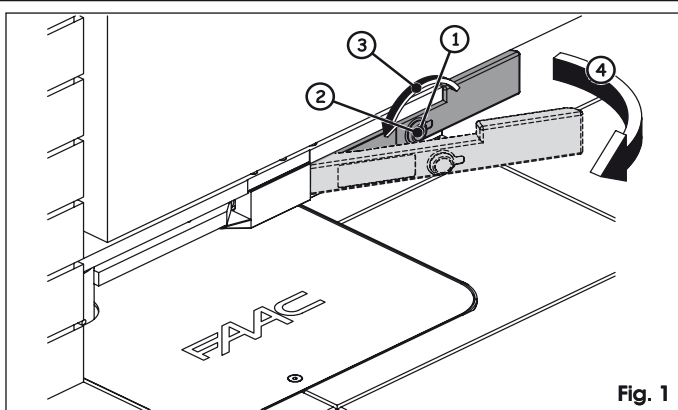

Fig. 1
- Schutzabdeckung des Elektroschlusses öffnen (Abb. 1 Bez. ①)
- Entriegelungsschlüssel in das Schloß einstecken (Abb. 1 Bez. ②)
- Schlüssel bis zum Anschlag in Pfeilrichtung drehen (Abb. 1 Bez. ③)
- Hebel hochziehen (Abb. 1 Bez. ④)